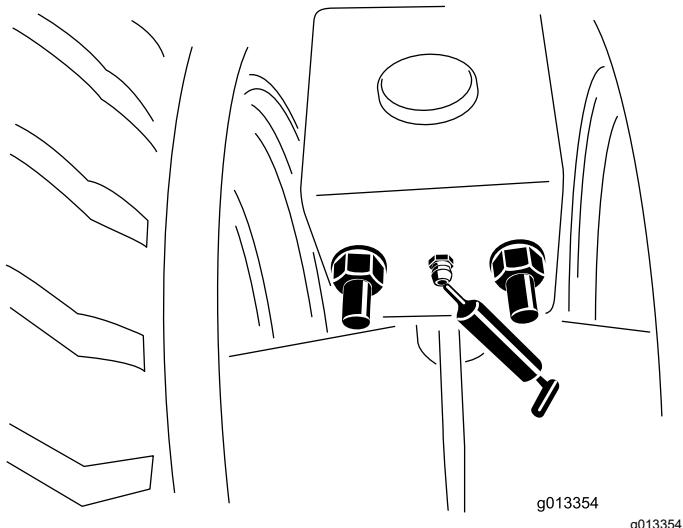

Figura 57
1. Pulite i raccordi di ingassaggio (Figura 57).